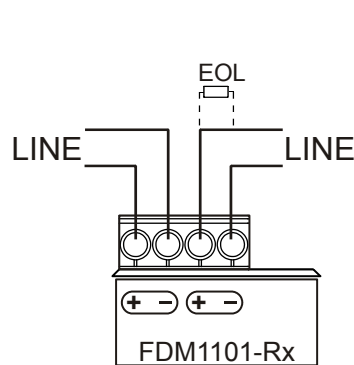
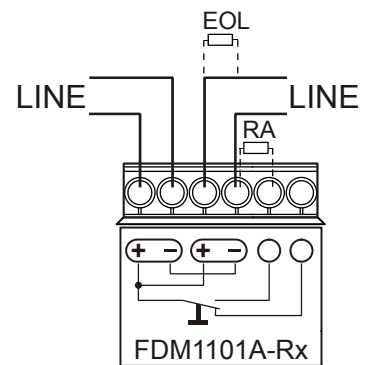
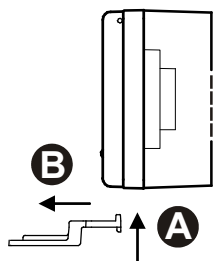

Fig. 4
Fig. 5
Fig. 6
3. Connect the wires to the connection terminals as shown in connection diagram, (Fig. 4 and Fig. 5). Connect only one wire to each terminal.
5. For FDM1101A-Rx only: If operating with SynoLINE300, connect an external, control panel-specific alarm resistor (RA) to the connection terminals. Use a connecting terminal to do this if required.
6. Remove the cover using the key (Fig. 6, movements A and B). Keep the key in a safe place.
3. Schliessen Sie die Drähte gemäss Anschlussschema (Fig. 4 und Fig. 5) an die Anschlussklemmen an. Schliessen Sie pro Klemme nur einen Draht an.
5. Nur für FDM1101A-Rx: Für die Betriebsart mit SynoLINE300 schliessen Sie einen externen, zentralenspezifischen Alarmwiderstand (RA) an die Anschlussklemmen an. Verwenden Sie dazu bei Bedarf eine Verbindungsklemme.
6. Entfernen Sie die Abdeckung mit dem Schlüssel (Fig. 6, Bewegungen A und B). Bewahren Sie den Schlüssel sicher auf.
3. Raccordez les fils aux borniers, conformément au schéma de raccordement (fig. 4 et fig. 5). Ne raccordez qu'un fil par borne.
5. Uniquement pour FDM1101A-Rx : en cas de mode d'exploitation avec une ligne de détection SynoLINE300, raccordez une résistance d'alarme externe variable (RA) aux borniers. Si besoin est, utilisez pour ce faire un bornier.
6. Retirez le cache avec la clé (fig. 6, mouvements A et B). Rangez soigneusement la clé.
3. Conecte los hilos de acuerdo con el diagrama de conexión (Fig. 4 y Fig. 5) en los terminales de conexión. Conecte únicamente un hilo por terminal.
5. Sólo para FDM1101A-Rx: Para el tipo de funcionamiento con SynoLINE300, conecte en los terminales de conexión una resistencia de alarma (RA) externa dependiendo de la unidad de control. A tal efecto, utilice un terminal de conexión si fuera necesario.
6. Retire la cubierta utilizando la llave (Fig. 6, movimientos A y B). Guarde la llave en un lugar seguro.